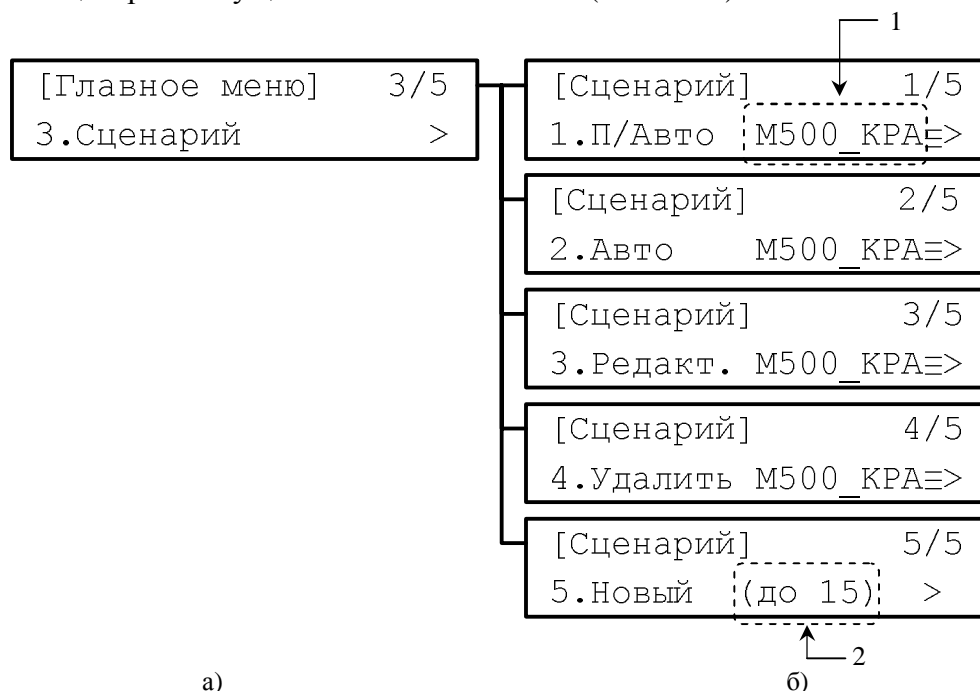
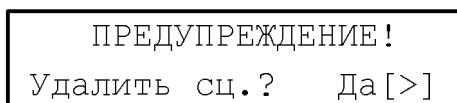
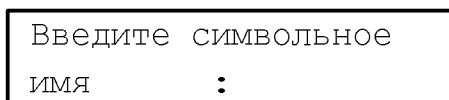

Рисунок 2.8.1
Рисунок 2.19.1
Рисунок 2.20.1
Меню «Сценарий» имеет пять пунктов (рис. 2.8.1, б):
«Новый» — создание нового сценария (при выборе данного пункта на экране в скобках указывается количество доступных к созданию сценариев (2) (рис. 2.8.1, б), максимум 20).
При выборе одного из пунктов 1 – 4 на экране отображается название текущего сценария (рис. 2.8.1, б). Кнопкой  (либо ) осуществляется вход в режим выбора имени сценария из списка имен ранее созданных сценариев, выбор желаемого сценария производится кнопками ,  (либо ). Повторное нажатие кнопки  (либо ) выводит из режима выбора имени сценария.
При выбранном пункте «Удалить» в меню «Сценарий» (см. рис. 2.8.1) кнопкой ▶ (либо ^{push}) осуществляется вход в информационное окно, изображенное на рис. 2.19.1.
При выбранном пункте «Новый» в меню «Сценарий» (см. рис. 2.8.1) кнопкой ▶ (либо ^{push}) осуществляется вход в окно ввода буквенно-цифрового имени нового сценария, которое содержит 8 символов (рис. 2.20.1).